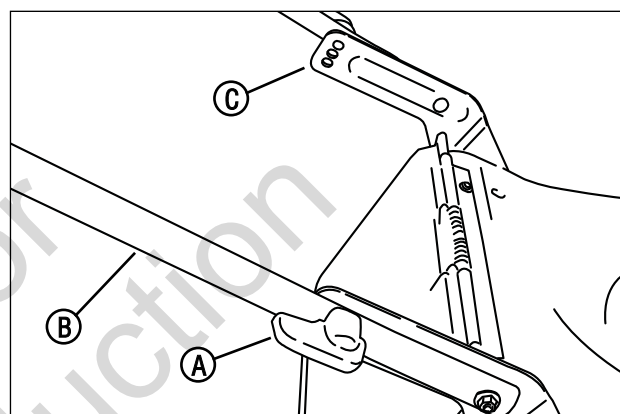

Figura 4a: ajuste de la altura de la manija (suelto rápido)
1. Gire las perillas (**A, Figura 4a**) de los lados de la manija inferior (**B**) para retraer los pasadores de sujeción. Alinee la manija inferior con el juego de agujeros correspondiente de los soportes de manija (**C**). Gire las perillas para liberar los pasadores de sujeción y asegurar la manija inferior.